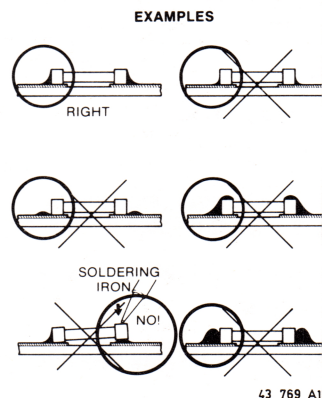

Fig. 4
- De hoeveelheid soldeer moet in verhouding zijn met de grootte van het soldeervlak. Bij een te grote hoeveelheid kan de SMD scheuren of de soldeervlakken kunnen van de print los getrokken worden (zie Fig. 4).